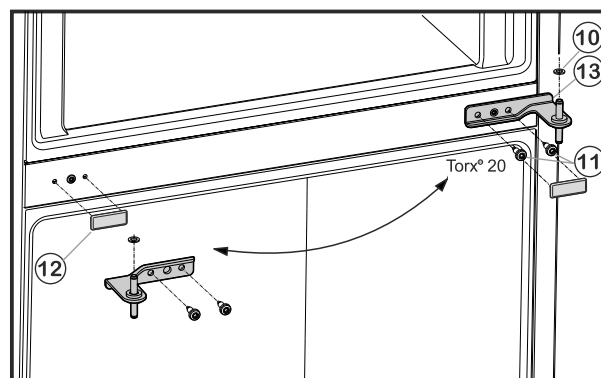

Fig. 6
- Odšroubujte upevňovací šrouby Fig. 6 (11) (2 x Torx® 20) a stojan ložiska uprostřed vytáhněte ze spodních dvířek.
- Vyjměte plastovou podložku Fig. 6 (10).
- Kryt Fig. 6 (12) opatrně stáhněte.
- Kryt Fig. 6 (12) opět nasadte na protilehlé straně.
- Prostřední stojan ložiska Fig. 6 (13) otočený o 180° nasadíte do spodních dvířek a našroubujte jej pomocí upevňovacích šroubů Fig. 6 (11) (2 x Torx® 20) pevně na novou stranu závěsu dveří **(4 Nm)**.
- Opět nasadíte plastovou podložku Fig. 6 (10).
- Horní dvířka usadíte na prostředním ložiskovém čepu Fig. 6 (13).